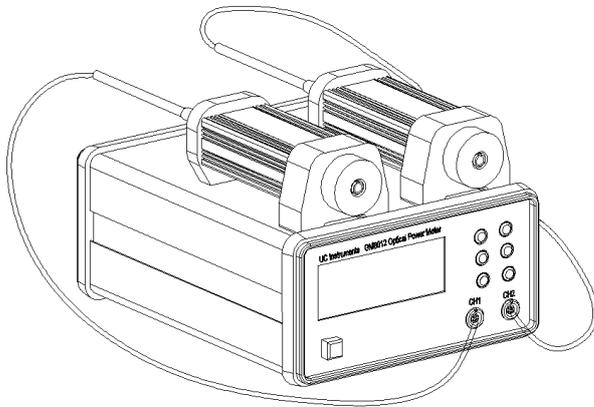

图 19 - GM8012 主机，连接两个 GM83001E 光探头
- 1 按图 19 方式连接仪器，将两个 GM83001E 光探头连接到 GM8012 的 CH1 和 CH2 通道。